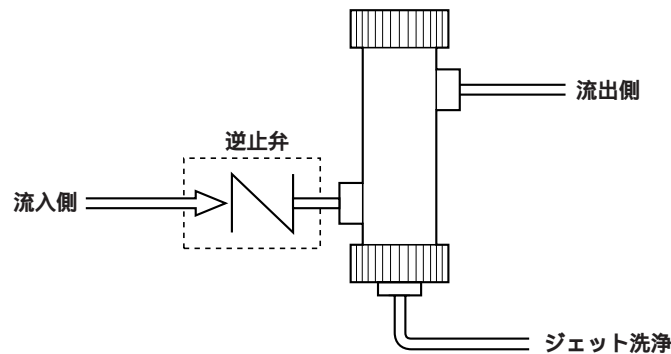

図 2.5 上流側配管への洗浄ユーティリティ侵入防止策
- ・ジェット洗浄を行う場合において、洗浄ユーティリティが測定液流入側配管部に入り込むのを防ぎたいときは、必要に応じて、図 2.5 のように逆止弁を設けてください。